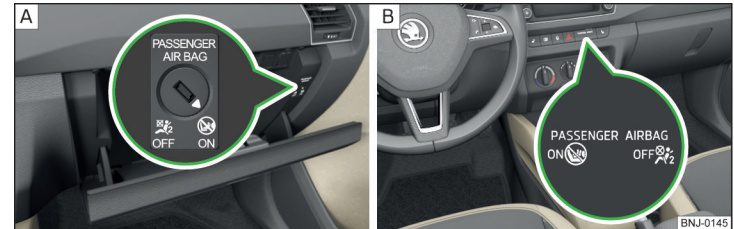

Abb. 12 Schlüsselschalter für Beifahrer-Frontairbag / Kontrollleuchte für Beifahrer-Frontairbag
Der Beifahrer-Frontairbag kann mit dem Schlüsselschalter abgeschaltet werden » Abb. 12 auf Seite 19 - A.
Stellungen des Schlüsselschalters » Abb. 12 - A
- › Mit dem Schlüssel den Schlitz des Schlüsselschalters » Abb. 12 - A vorsichtig in die Position **OFF** drehen.
- › Prüfen, ob nach dem Einschalten der Zündung die Kontrollleuchte **OFF**  unter dem Schriftzug **PASSENGER AIRBAG** » Abb. 12 - B leuchtet.
- › Mit dem Schlüssel den Schlitz des Schlüsselschalters » Abb. 12 -  vorsichtig in die Position **ON** drehen.
- › Prüfen, ob nach dem Einschalten der Zündung die Kontrollleuchte **ON**  unter dem Schriftzug **PASSENGER AIRBAG** » Abb. 12 -  leuchtet.